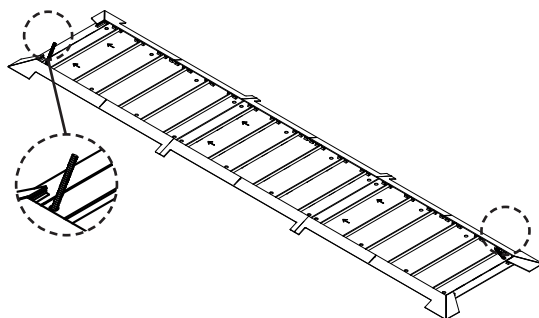

Figure 32
1. Percer deux (2) trous dans des coins adjacents de la plaque de roulage, puis poser (2) boulons d'ancrage dans ces trous percés pour maintenir les plaques en place. Voir **figure 32 à 34**.